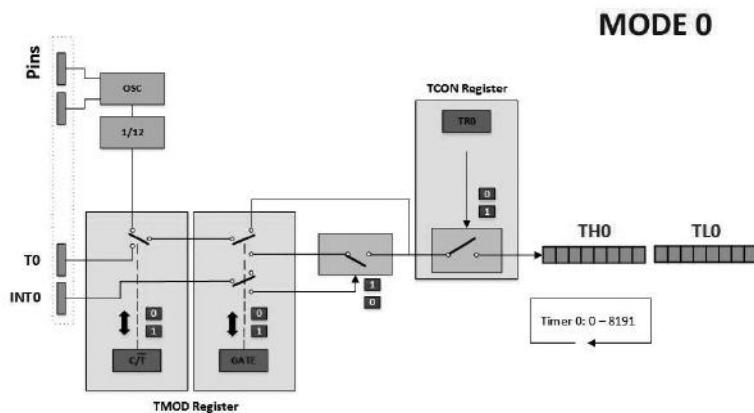

Figura 11.17: Timer0: Modo 0
- \* Mode 0 es exactamente como modo 1 excepto que es timer de 13-bits en lugar de 16-bits (Figura 11.17).